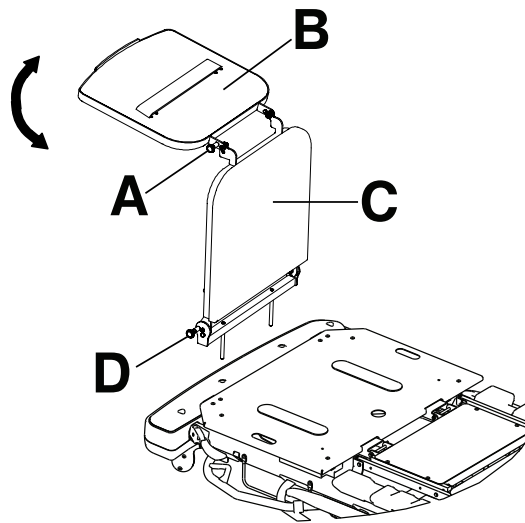

Abbildung 11 – Defibrillator-Tablett-/Fußteilverlängerung
1. Den oberen Knopf (A) herausziehen (Abbildung 11).
2. Das Defibrillator-Tablett (B) drehen, bis sich das Tablett flach über dem Fußende des Produkts befindet. Den oberen Knopf (A) lösen. Sicherstellen, dass das Defibrillator-Tablett arretiert ist.
Umwandlung der Defibrillator-Tablett-/Fußteilverlängerung in eine Fußteilverlängerung (Abbildung 11):